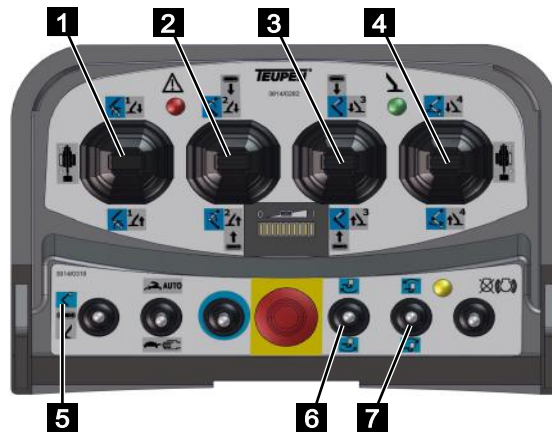

Fig. 92
2. Mettre le sélecteur de fonction de la commande sur [Fonctions de la plateforme] (bleu) (Fig.92/5).
3. Manipuler la plateforme avec les leviers de commande (Fig.92/1,2,3,4,6 et 7) conformément au tableau suivant.